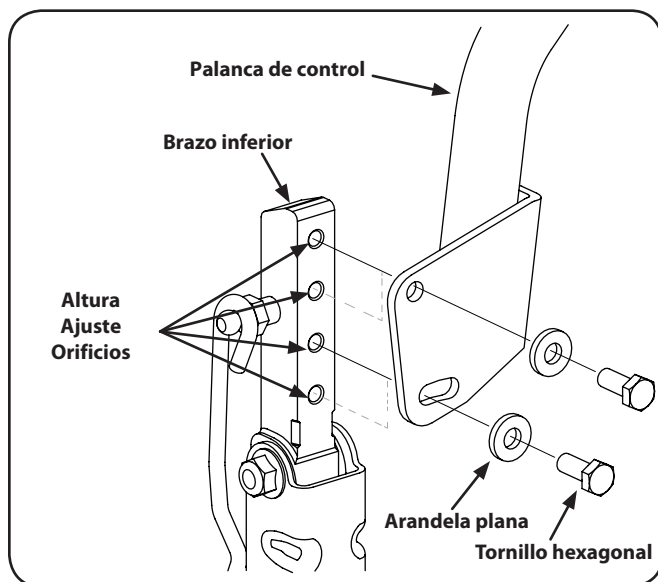

Figura 6-5
2. Mientras sostiene la palanca de control para evitar que caiga, quite el tornillo hexagonal y la arandela plana de la base de la palanca de control y del brazo inferior. Consulte la Figura 6-5.
1. Afloje el tornillo hexagonal si aún no lo aflojaron y rote la palanca de control hacia adelante o hacia atrás a la posición deseada. Vea la Figura 6-5.